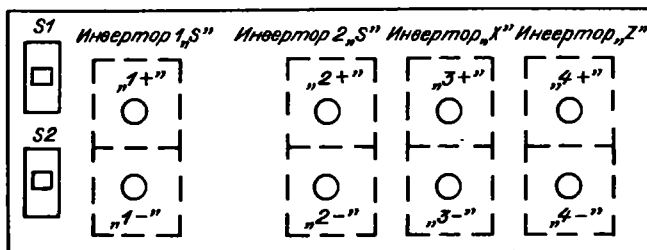

Рис. 7. Расположение светодиодов в блоке КТ7
7.4.8. Установите сначала лимб переключателя "S" в положение "9", при этом шпиндель станка начнет вращаться, а через 7-8 с - снова в положение "0", при этом должен светиться диод "1+" в блоке КТ7 и диод блока РТ9, а диоды всех силовых ключей КС12 инвертора "S" должны прекратить свечение. Расположение диодов в блоке КТ7 приведено на рис. 7.